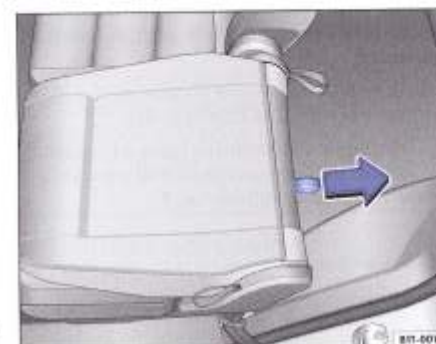

Fig. 63 Rabatarea completă a scaunului.
– Trageți curelușa din spatele scaunului → fig. 63 în sensul indicat și pliați scaunul în față.
- Trageți maneta în sensul săgeții ⇒ fig. 65 sau trageți curelușa roșie ⇒ pagina 83, fig. 63" de la scaun în sus, pentru a desface fixarea barei. Îndepărtați bara de siguranță de pe scaun și așezați-o în punctele de ancorare din podea.